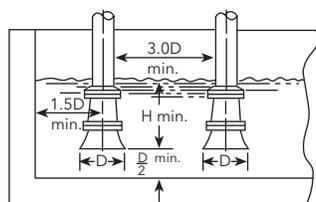

Figura 10
1. El casquillo para grasa (24) tendrá las letras "G" y "O" estampadas en el diámetro exterior y dos conexiones NPT de 1/8 pulg. para montar una grasera o aceitador.
2. Para las aplicaciones de alimentación de grasa, el casquillo para grasa se instala con la marca "G" en la posición de las 12:00. El alimentador de grasa (23) se montará en el casquillo para grasa en un ángulo de 30 grados con respecto a la horizontal. Esto se hace para ganar acceso a la grasera situada en el alimentador de grasa. El sello de reborde (26) montado en el casquillo para grasa se instalará en la forma mostrada en la Figura 10.